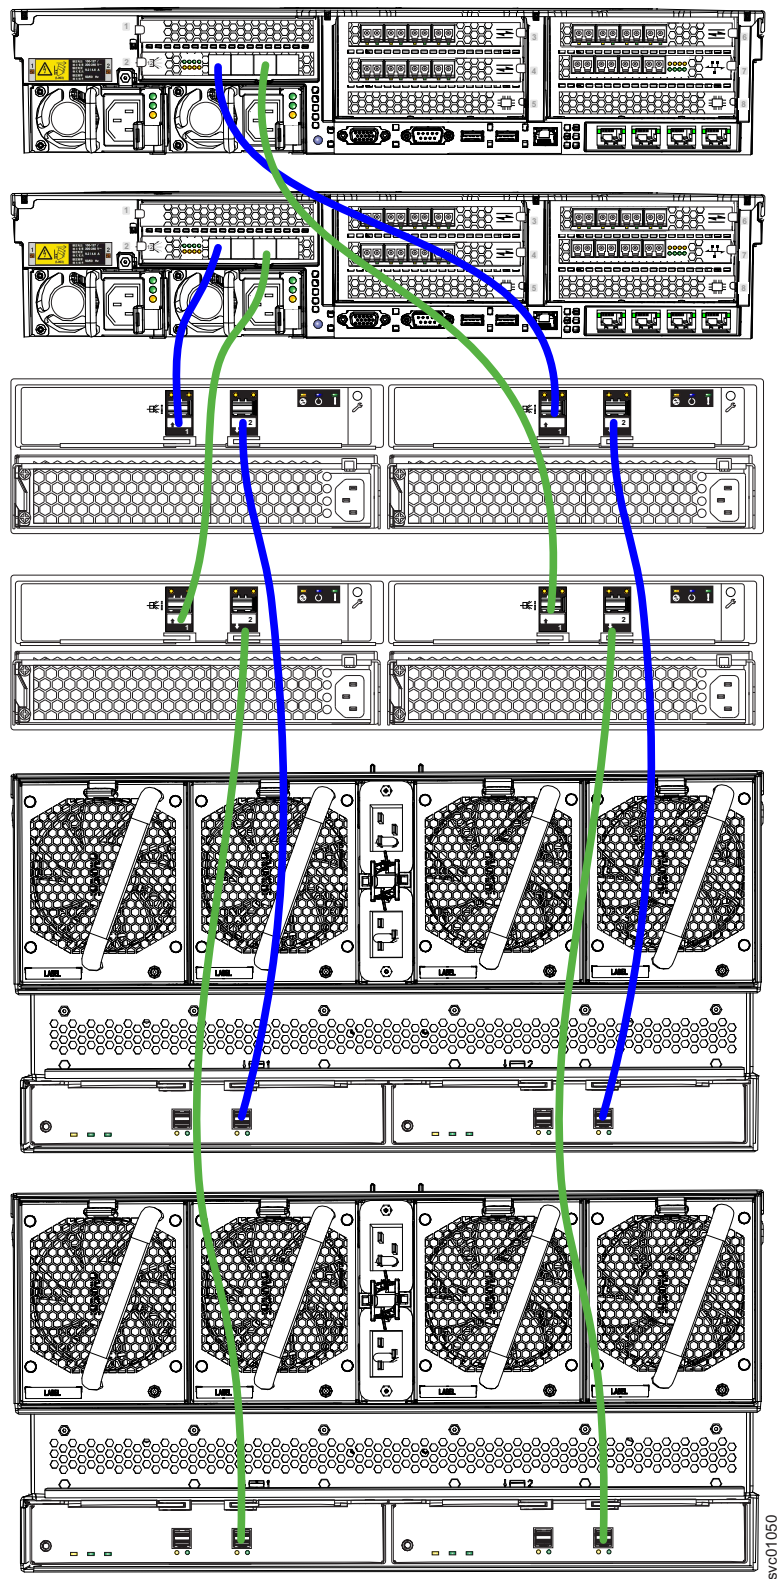

Abbildung 136. Anschluss der SAS-Kabel
1. Schließen Sie die Kabel wie in Abb. 136 auf Seite 146 gezeigt an.
**Anmerkung:** Abb. 136 auf Seite 146 soll die Kabelverbindungen zwischen den SAS-Gehäusen und jedem Knotengehäuse zeigen. Sie stellt nicht die genaue Reihenfolge der Gehäuse in einem Rack dar. Wegen seiner Größe und seines Gewichts müssen Sie jedoch das 2145-92F -Gehäuse immer unten im Rack platzieren.
Wie Abb. 136 auf Seite 146 zeigt, können Sie -, 2145-12F- und 2145-92F -Gehäuse in einer SAS-Kette kombinieren. Dabei stellt die *Kettengewichtung* der verschiedenen kombinierten Komponenten den begrenzenden Faktor dar. An den SAS-Port eines Knotens können Komponenten mit einer maximalen SAS-Kettengewichtung von 10 angeschlossen werden.
(siehe Abb. 136 auf Seite 146)